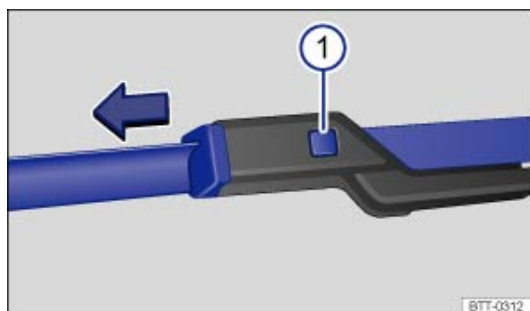

Fig. 164 Remplacement des balais d'essuie-glace avant
- Maintenez la touche de déverrouillage ⇒ *Fig. 164* ① enfoncée et retirez simultanément le balai d'essuie-glace dans le sens de la flèche.